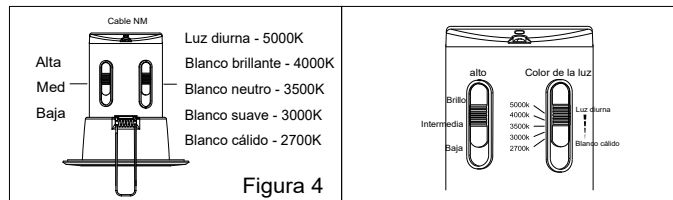

Figura 4
7. Ajuste el brillo y color de la luz al nivel deseado (figura 4).